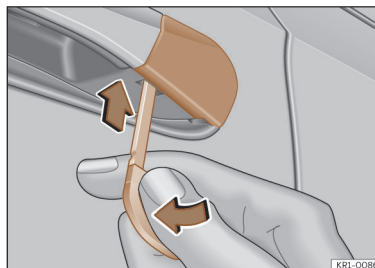

Fig. 74 Manípulo da porta do condutor: soltar a tampa.
- Introduza o palhetão na abertura inferior da tampa do manípulo da porta do condutor e faça alavanca na direção da seta >>> **Fig. 74.**